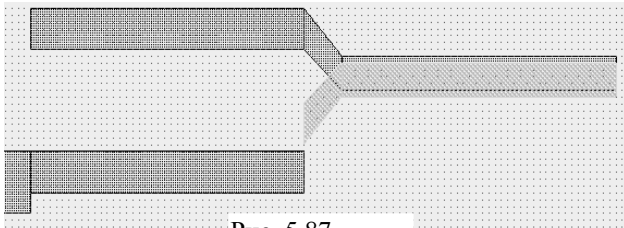

Рис. 5.87
- Нажмите клавишу **Shift** и щёлкните левой кнопкой мышки по изгибу и второму верхнему проводнику, чтобы выделить их. Выберите в меню **Edit>Mirror**, поместите курсор на выделенные проводники, нажмите левую кнопку мышки и, вращая проводники мышкой, создайте их зеркальное отображение так, чтобы можно было подключить их к нижнему проводнику (рис. 5.87).